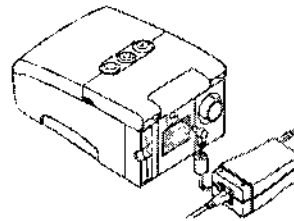

FIGURA 3-6 CONEXIÓN DEL CABLE DE SUMINISTRO DE CORRIENTE AL DISPOSITIVO
3. Enchufe el conector del cable de suministro de corriente a la entrada de alimentación situada en la parte posterior del dispositivo, como se muestra en la figura 3-6.